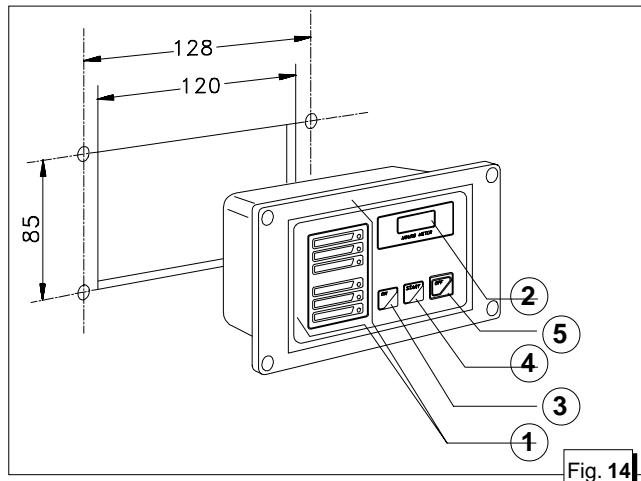

Fig. 14
Questo collegamento è eseguibile tramite le morsettiera (fig. 12, rif. 1) utilizzando i cavi in dotazione già collegati al cruscotto comandi; i morsetti da usare sono rispettivamente quelli contrassegnati dal n° 1 al n° 9 per i cavi comando. Le calze di massa vanno collegate al morsetto faston (fig. 12, rif. 2) isolandole accuratamente e utilizzando un fast-on femmina preisolato. Nei collegamenti è necessario rispettare lo schema codice/colore riportato di seguito (fig. 13). Bloccare inoltre il cavo con le fascette in dotazione all'apposito supporto plastico (fig. 12, rif. 3). Sul cruscotto comandi sono presenti 5 LED di funzionamento ed allarme (fig. 14, rif. 1), un contatore (fig.14, rif.2)
The control panel contains 5 LEDs for operation and alarm (fig. 14, ref. 1), an hour counter (fig. 14, ref. 2) and the start and stop buttons (fig. 14, ref. 3/4/5).
For fixing the control panel is necessary to perforate as shown in fig.14.
Sur le tableau de commande se trouvent 5 LED de fonctionnement et d'alarme (figure 14 - r^ef.1), un compteur horaire (figure 14 - r^ef. 2) et les boutons-poussoirs de
ed i pulsanti di avviamento ed arresto (fig. 14, rif.3/4/5). Per fissare il cruscotto comandi occorre eseguire una foratura come da fig. 14.
démarrage et d'arrêt (figure 14 - r  f. 3/4/5).
Pour fixer le tableau de commande, r  aliser un orifice selon Figure 14.